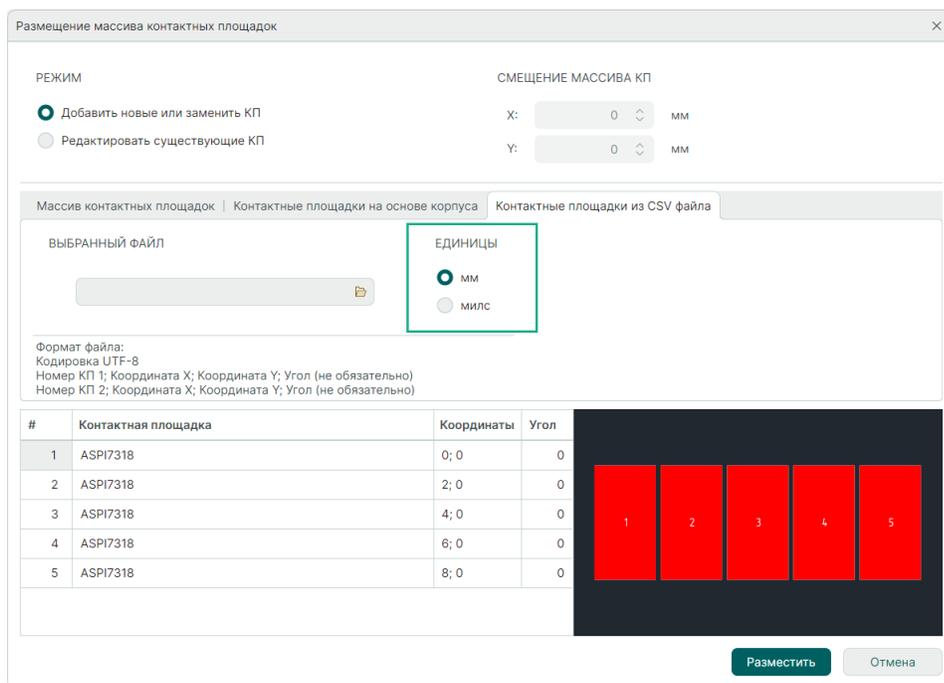

Рис. 109 Изменение единиц измерения
4. При необходимости измените используемые единицы с помощью переключателя «Единицы», см. Рис. 109.